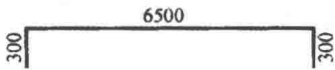

图 1-8 钢筋表中的简图
【例 1-2】 图 1-8 为钢筋表中的简图。并且已知钢筋是非框架结构构件 HPB300 级主筋，直径 $d=22\text{mm}$ 。求钢筋加工弯曲前，所需备料切下的实际长度。
(1) 查表 1-2，得知钢筋加工弯曲半径 $R=1.25d$ 、 $d=22\text{mm}$ 。
(2) 由图 1-8 知， $\alpha=90^\circ$ 。
(3) 计算与 $\alpha=90^\circ$ 相对应的弧度值 $a=\frac{\pi\times 90^\circ}{180^\circ}=1.57$ 。
(4) 将 $R=1.25d$ 、 $d=22$ 、角度 $\alpha=90^\circ$ 和弧度 $a=1.57$ 代入式 (1-1) 中，求一个 90° 弯钩的差值为：